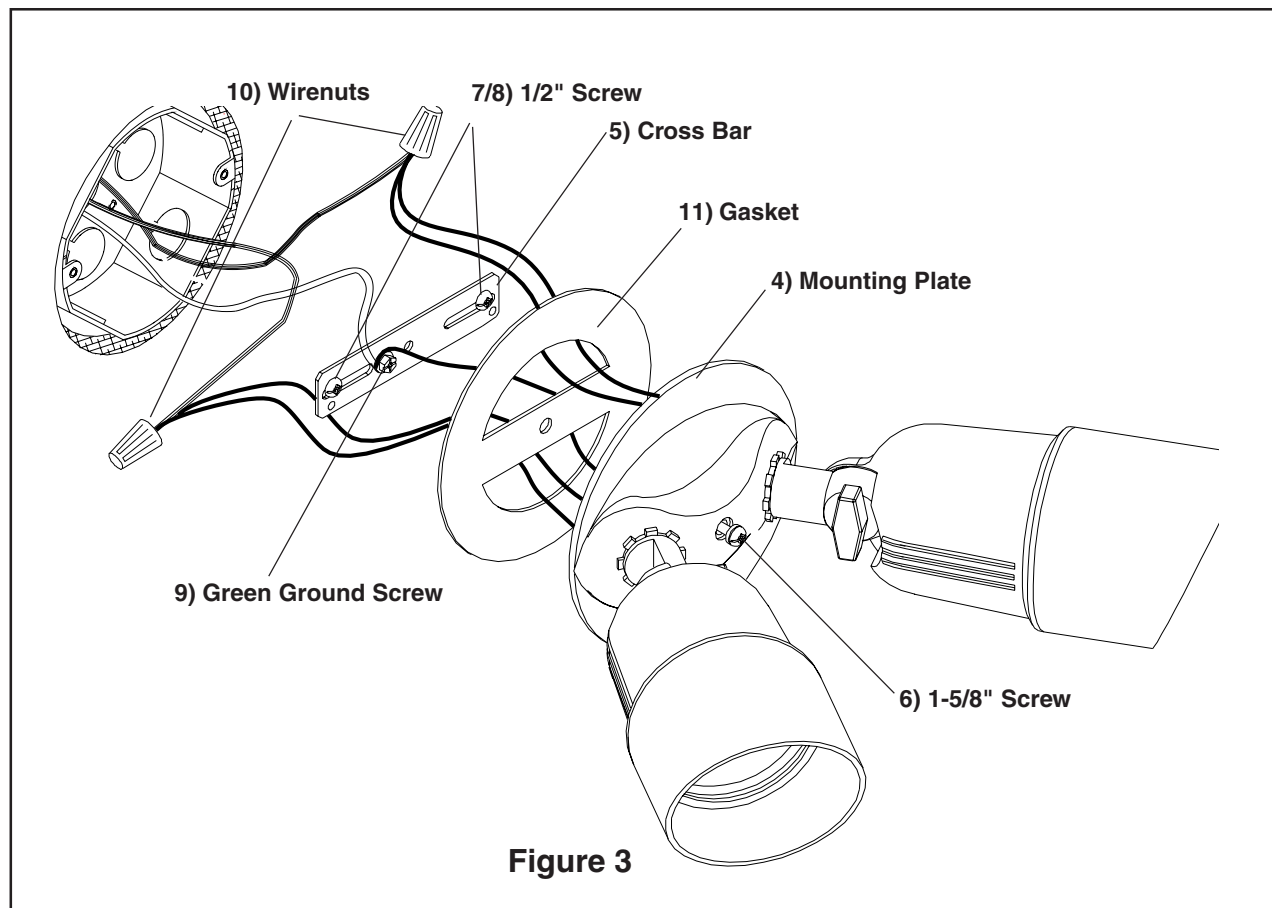

Figure 3
- Installer la traverse à la boîte de jonction à l'aide des (2) vis de 1/2 po. **Note : (4) vis sont fournies, choisir le calibre qui convient à l'installation. Voir la fig. 3.**
5. Install Cross Bar to junction box using (2) 1/2" screws. **Note: (4) screws are included, choose size depending on your requirements. See Fig. 3.**
5. Instale la Barra Transversal a la caja de ensambladura usando (2) Tornillos de 1/2". **Nota: (4) tornillos están incluidos, escoja el tamaño dependiendo de sus requisitos. Vea Fig. 3.**